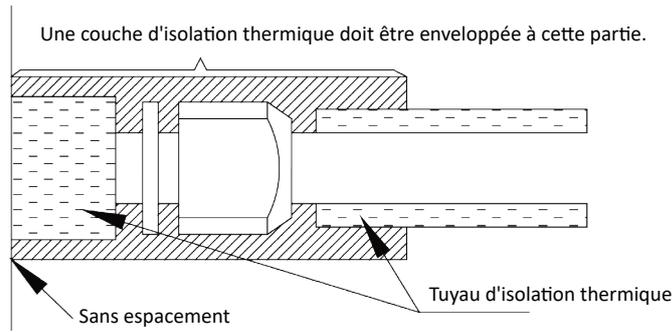

Fig. 22
- 4) Les raccords sur les unités intérieure et extérieure doivent être enveloppés d'isolant thermique et ne laisser aucun espace entre le tuyau et le mur. Voir Fig. 22.